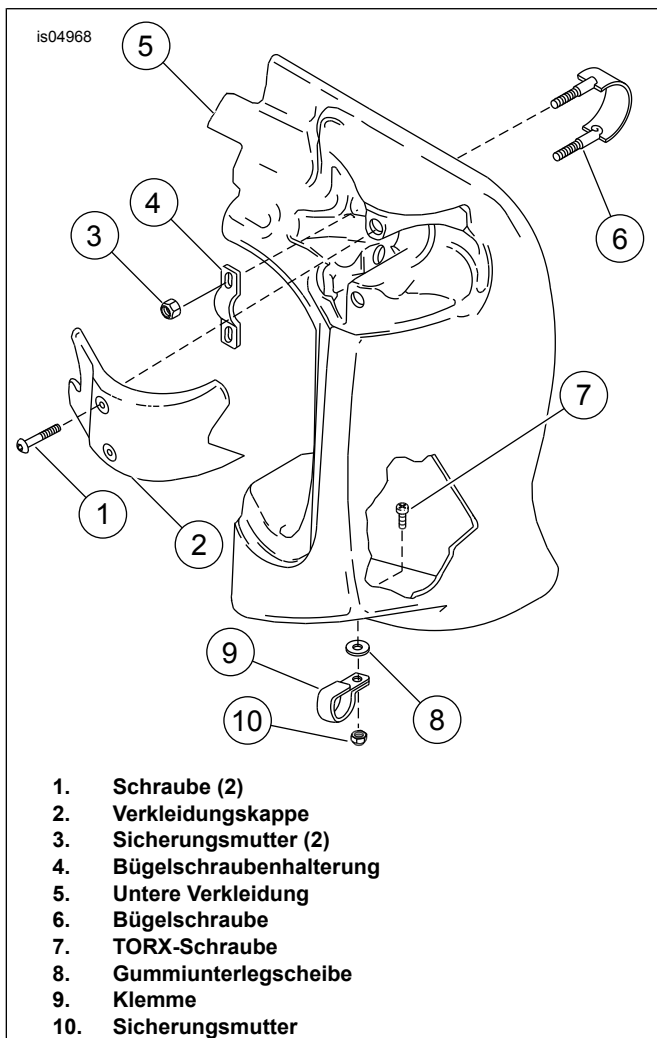

Abbildung 1. FLHR/I- oder FLHT/C/I-Zubehör, untere Verkleidung
1. Siehe Abbildung 1. Die zwei Schrauben (1), mit denen die Verkleidungskappe (2) an der unteren Verkleidung (5) befestigt ist, entfernen. Die Kappe entfernen. Die Teile zum späteren Einbau beiseite legen.
2. Die Schraube (7), Gummiunterlegscheibe (8), Sicherungsmutter (10) und Schelle (9), mit der die untere Verkleidung am Motorschutzbügel befestigt ist, entfernen und beiseite legen.
3. Die zwei Sicherungsmuttern (3), Bügelschraube (6) und Bügelschraubenhalterung (4) entfernen.
2. Siehe Abbildung 1. Die untere Verkleidung mit der Bügelschraube (6) von der Rückseite aus durch die Öffnungen in der Oberseite der Verkleidung an der Oberseite des neuen Motorschutzbügels einbauen. Die Halterung (4) auf der Bügelschraube am Motorschutzbügel anbringen und mit den beiden Sicherungsmuttern (3) sichern. Die Sicherungsmuttern zu diesem Zeitpunkt nicht anziehen.
3. Die Unterseite der Verkleidung am Motorschutzbügel mit der zuvor entfernten Schelle (9) befestigen. Die Schelle in der gezeigten Richtung um den Motorschutzbügel einbauen, wobei die Zungen zur Rückseite des Motorrads zeigen und die flache Seite der Schelle an der unteren Verkleidung anliegt. Die Schraube (7) durch die untere Verkleidung, die Gummiunterlegscheibe (8) und die Schelle (9) stecken. Die Baugruppe mit der Sicherungsmutter (10) sichern. Festziehen.